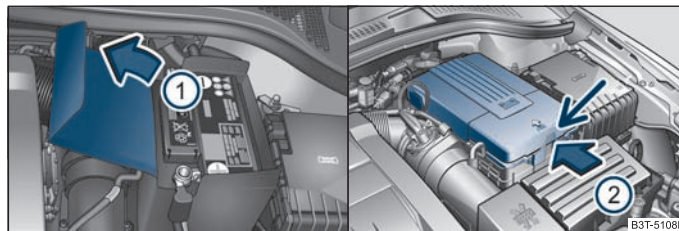

Fig. 186 Vano motor: Cubierta de poliéster de la batería del vehículo / cubierta de plástico de la batería del vehículo
La batería se encuentra en el vano motor en una cubierta de poliéster ⇒ fig. 186 - lado izquierdo, o en una cubierta de plástico* ⇒ fig. 186 lado derecho - o en un cajón lateral izquierdo del maletero ⇒ página 109, fig. 116. ►
- Abra la cubierta de la batería en la dirección de la flecha ❶ o presione el enclavamiento en el lado de la cubierta de la batería en la dirección de la flecha ❷ ⇒ fig. 186, levante la cubierta y retírela.
El borde de la cubierta de poliéster de la batería ⇒ página 228, fig. 186 se introduce entre la batería y el mamparo de la cubierta al realizar trabajos en la batería.